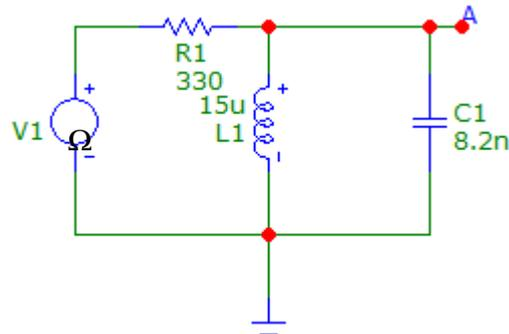

Figura 2.1. Filtro resonante LC.
1. Determine el factor de calidad y ancho de banda del circuito de la figura 2.1.
2. Realice la simulación para obtener la respuesta en frecuencia del circuito de la figura 2.1.
1. Arme el circuito de la figura 2.1.